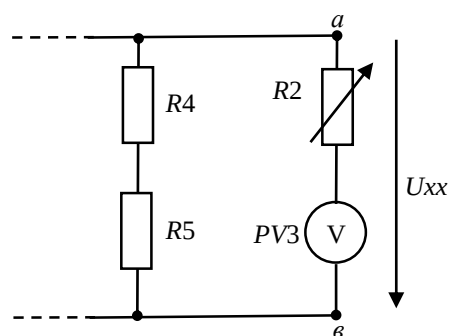

Рис.8
12. Проведите опыт холостого хода. Для этого ампервольтметр, измеряющий ток I_2 используйте в качестве вольтметра ($PV3$), выполнив для этого необходимые настройки и переключения (рис.8). Включите электропитание. Выполните измерение напряжения холостого хода $U_{\text{хх}}$ Результаты занесите в табл. 6. Выключите электропитание модулей.